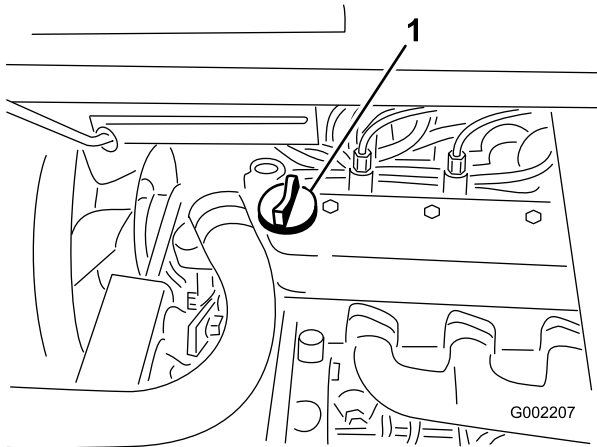

Figura 19
3. Si el nivel de aceite es bajo, retire el tapón de llenado de la cubierta de la válvula (Figura 19) y añada aceite por el orificio hasta que el nivel llegue a la marca Lleno de la varilla; el tipo y la viscosidad correctos figuran en la sección Mantenimiento del aceite de motor (página 41).